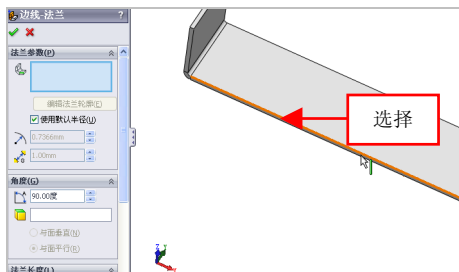

图 13-9 选择合适的边线
(4) 单击菜单栏中的【插入】|【钣金】|【边线法兰】命令，弹出【边线-法兰】属性管理器，选择合适的边线，如图 13-9 所示。